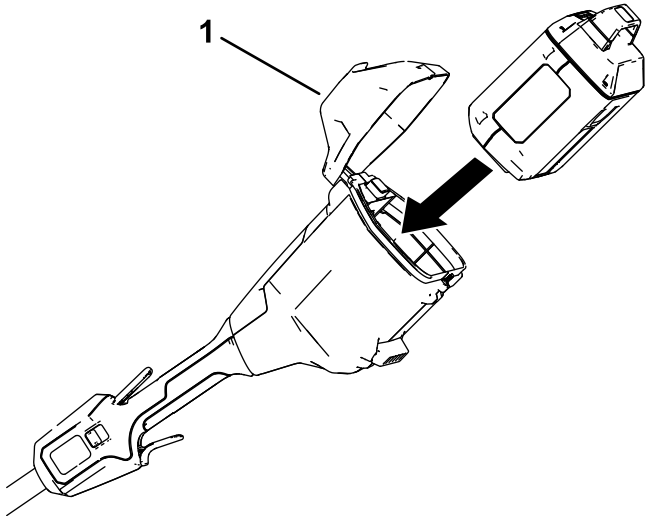

Figure 9
2. Ouvrez le couvercle de la batterie (Figure 9).
3. Alignez le creux de la batterie sur la languette dans le logement de la batterie (Figure 9).
4. Poussez la batterie dans son logement jusqu'à ce qu'elle s'enclenche dans le verrou (Figure 9).